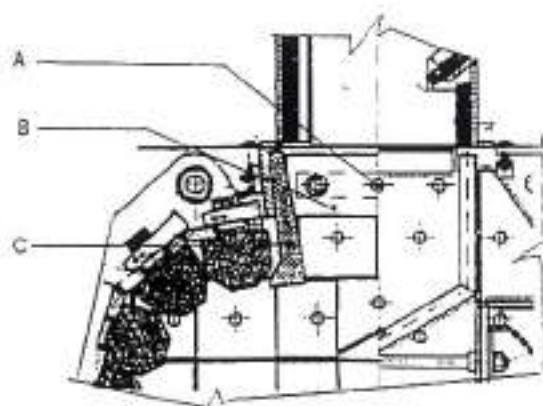

fig. 17
- svitare i dadi (fig. 17/A) e togliere gli elementi laterali (fig. 17/B);
- sollevare con un mezzo di sollevamento appropriato (il peso dell'elemento trasversale è indicato nel capitolo "Allestimento") gli elementi trasversali (fig. 17/C);